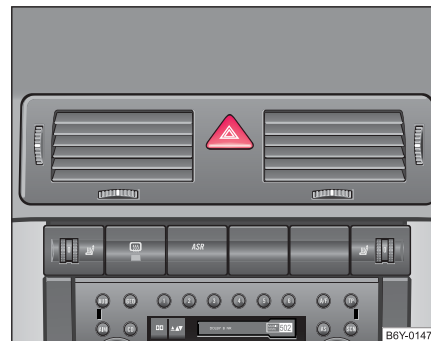

Abb. 32 Schalttafel: Schalter für Warnblinkanlage
- Drücken Sie den Schalter  ⇒ Abb. 32, um die Warnblinkanlage ein- bzw. auszuschalten.